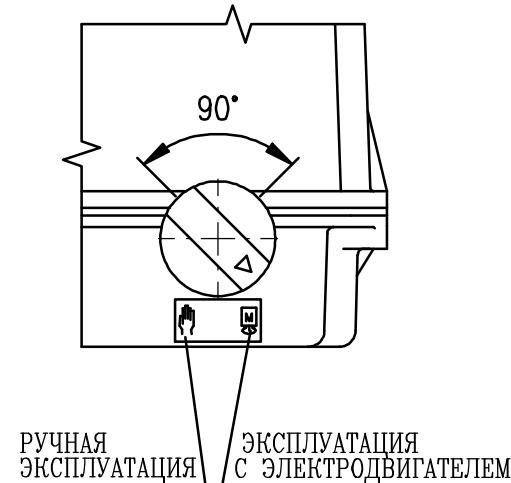

Рис. 9
- поверните кнопкой разцепления передачи о 90° (рис. 9, стрелка на кнопке показывает на символ руки), передача расцепляется